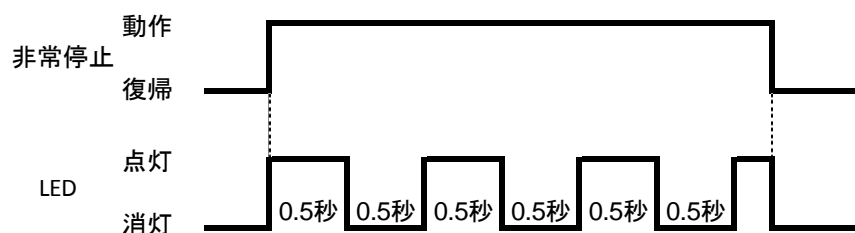

図 2.1 非常停止中の LED の ON/OFF タイミング
- ④ SW1,2 が操作されたときの条件を以下に示す。
- ⑤ 非常停止を押したときの条件を以下に示す。
- ・LED 全てが図 2.1 に示すタイミングで点滅する。
- ⑤ 搬送動作中に **SW1,2** が操作されたときの条件を以下に示す。
- ⑥ 非常停止を押したときの条件を以下に示す。(手動運転時と同じ)
- ・**LED** 全てが図 2.1 に示すタイミングで点滅する。